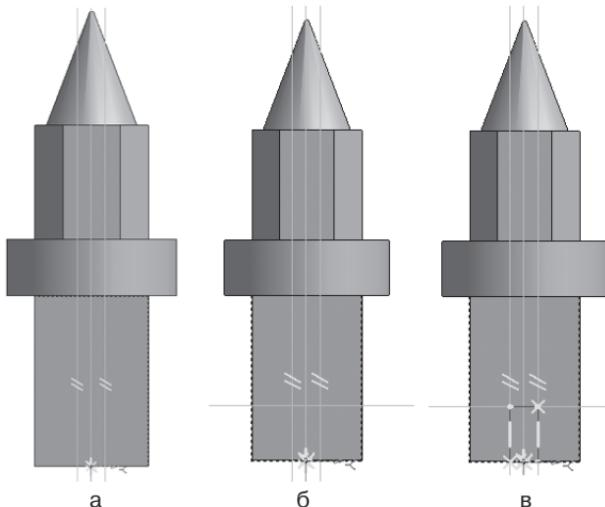

Рис. 153
- укажите вспомогательную прямую и разведите параллельные на 5 мм. Подтвердите обе прямые (рис. 153, а);
- укажите меньшую сторону прямоугольника и разведите параллельные прямые на расстояние 20 мм. Подтвердите прямую, расположенную на предмете (рис. 153, б);